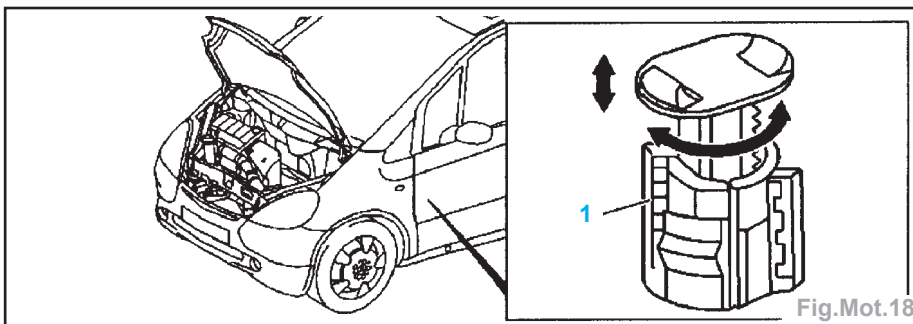

Fig.Mot.18
- Désenclencher la butée de pleins gaz ou de kick-down en tournant à gauche (Fig.Mot.18).